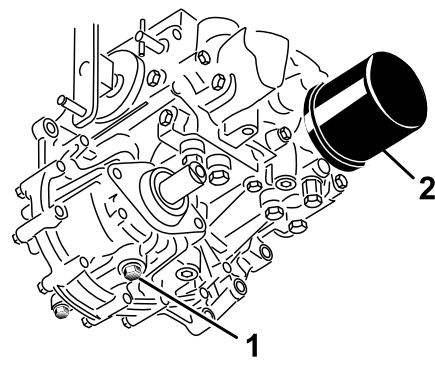

Bild 63
3. Stellen Sie eine große Wanne unter den Hydraulikbehälter und das Getriebe und nehmen Sie die Schrauben ab. Lassen Sie die Hydraulikflüssigkeit ablaufen (Bild 63).
4. Reinigen Sie den Bereich um den Hydraulikölfilter und nehmen Sie den Filter ab (Bild 63).